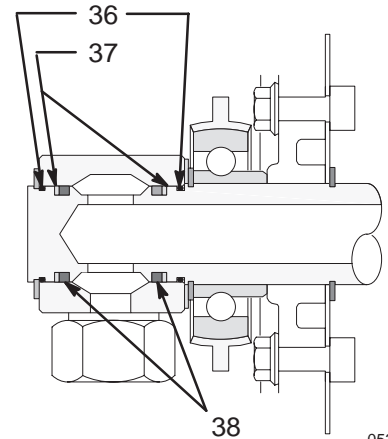

Fig. 9
2. Démonter le circlip (35) et le raccord tournant (34) (voir Fig. 9).
3. Enlever les joints toriques (36), bagues d'appui (37) et bagues de section carrée (38), puis les nettoyer et examiner leur état d'usure et de détérioration.
5. Mettre les pièces en place comme indiqué à la Fig. 9.